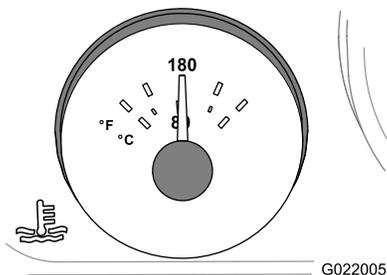

Figura 82
E. Opere o motor durante 5 minutos ou até o indicador de temperatura do líquido de arrefecimento no painel de instrumentos indicar 82°C (180°F) e, em seguida, desligue o motor (Figura 82).